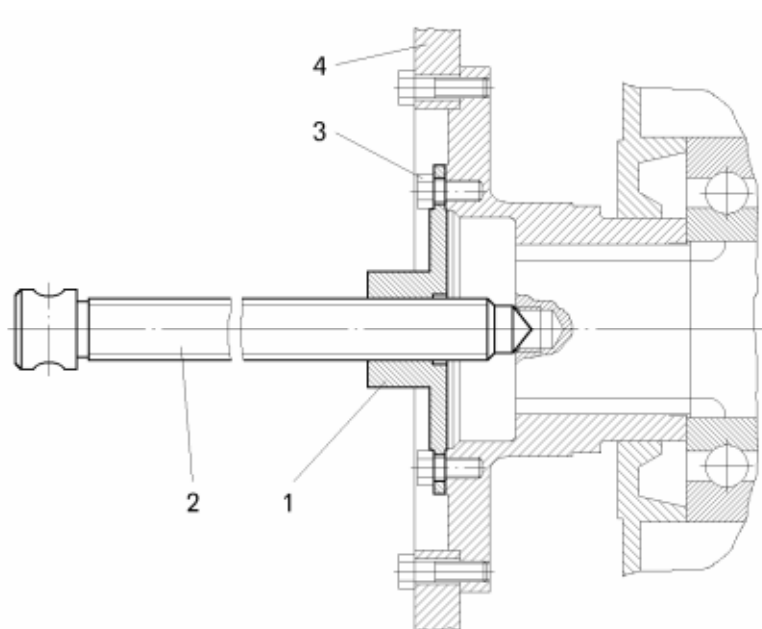

Рисунок 10.5 – Приспособление для снятия диска тормоза с фланцем с вала тягового электродвигателя ДК-724Д:
- используя приспособление (рисунок 10.5) снять тормозной диск 1 с фланцем с вала тягового электродвигателя. (Диск с фланцем обрабатывается и балансируется совместно и разборке не подлежит);